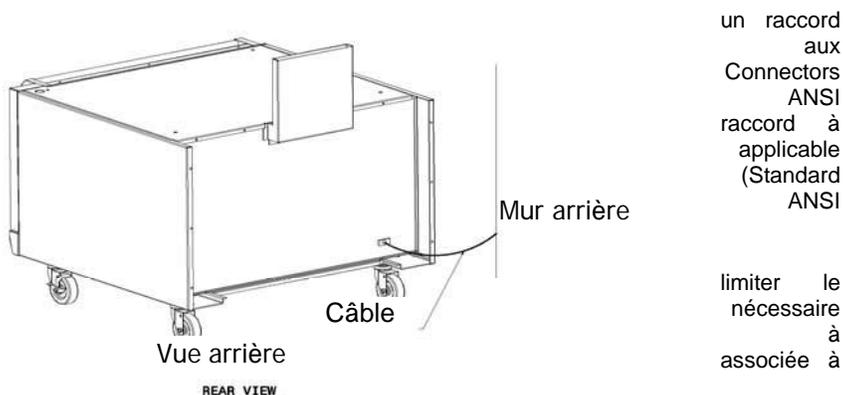

Fig. 1
- 2) Des moyens adéquats doivent être prévus pour déplacement de l'appareil sans qu'il soit de compter sur le connecteur ni sur le raccord débranchement rapide ou la tuyauterie celui-ci pour le faire. (voir Fig. 1)